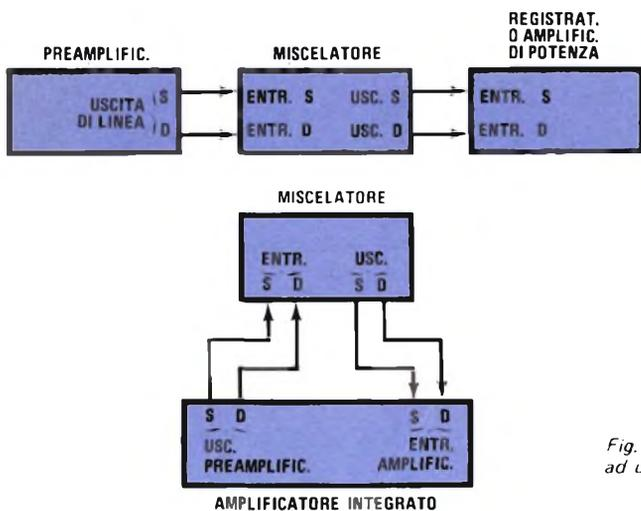
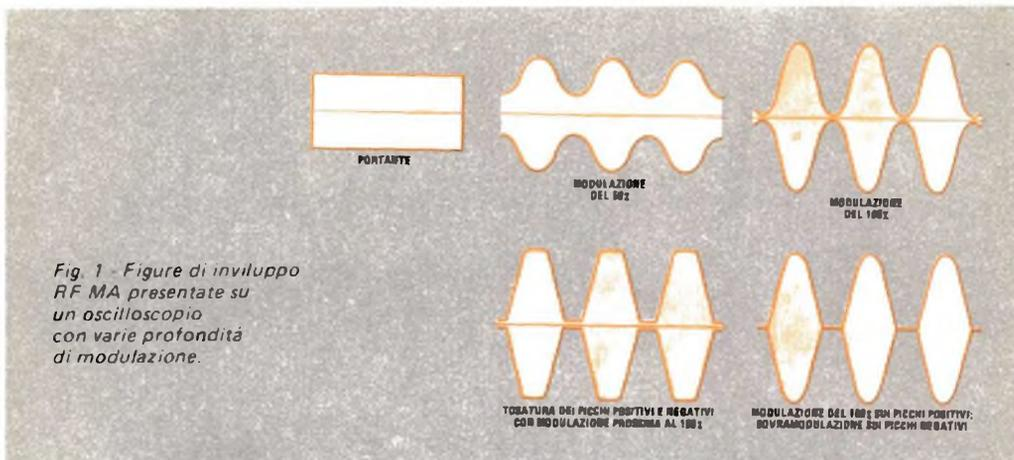

Fig. 3 - Collegamenti del miscelatore ad un sistema stereo.
Fig. 1 - Figure di inviluppo RF MA presentate su un oscilloscopio con varie profondità di modulazione.
Due batterie per transistori da 9 V alimentano il circuito della fig. 1. L'assorbimento totale di corrente è piuttosto basso e perciò ci si può aspettare una vita discretamente lunga delle batterie se il miscelatore viene usato intermittenemente. Tuttavia, per chi preferisce alimentare l'apparato con la rete, nella fig. 2 è riportato lo schema di un adatto alimentatore bipolare stabilizzato.
**Uso** - Come si vede nella fig. 3, il miscelatore si deve collegare ad un sistema audio per mezzo di cordoncini schermati provvisti di connettori adatti. Come già si è accennato, esso può essere usato per rendere più piacevole l'ascolto con cuffia stereo; consente pure l'introduzione di effetti speciali, interessanti quando si effettuano registrazioni. La pratica e l'immaginazione suggeriranno senza dubbio altre applicazioni di questo utile miscelatore. ★
Fig. 3 - Collegamenti all'oscilloscopio con l'entrata RF collegata direttamente alle placche verticali (a) e modifiche provvisorie ad un oscilloscopio non provvisto di entrate RF (b)
**Visione delle forme d'onda di modulazione** - Vediamo ora come varie condizioni di modulazione vengono mostrate sullo schermo di un oscilloscopio. Nella fig. 1 sono riportati tipici involuppi RF per una portante modulata con una nota di prova di una sola frequenza ad ampiezza costante. Le forme d'onda della fig. 2 illustrano la presentazione di una portante modulata a voce senza elaborazione (fig. 2-a) e con elaborazione del parlato (fig. 2-b). Queste forme d'onda si possono osservare immettendo l'uscita del trasmettitore (si usi un carico fittizio invece dell'antenna) direttamente sulle placche di deflessione verticale di un oscilloscopio (fig. 3-a).
Se l'oscilloscopio di cui si dispone non è previsto per un'entrata RF diretta, si possono provvisoriamente collegare resistori di isolamento, come si vede nella fig. 3-b, per evitare che l'energia RF ritorni negli altri circuiti dell'oscilloscopio.
Le forme d'onda rappresentate nella fig. 5 illustrano le figure di involuovo RF di un segnale SSB ottenute con i collegamenti all'oscilloscopio della fig. 3-a. All'entrata per microfono vengono applicate note di prova in relazione non armonica (come 800 Hz e 1,8 kHz). I loro livelli sono equalizzati per portare gli avvallamenti di questa prova tutti insieme sull'asse orizzontale.